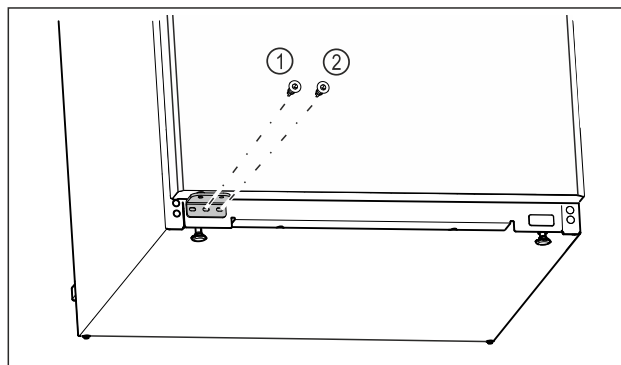

Fig. 23
- Затегнете централния винт на лагерната стойка Fig. 23 (1) с отвертка Torx 20.
- Затегнете вътрешния винт на лагерната стойка Fig. 23 (2) с отвертка Torx 20.